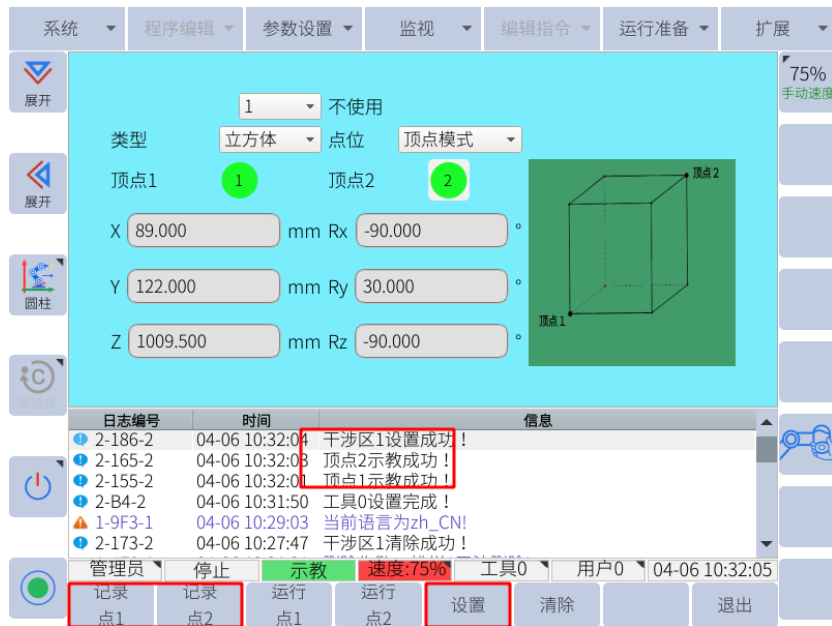

图 6-90: 顶点模式
5. 点击子菜单栏的“设置”，干涉区即设置成功，如图 6-90 所示。